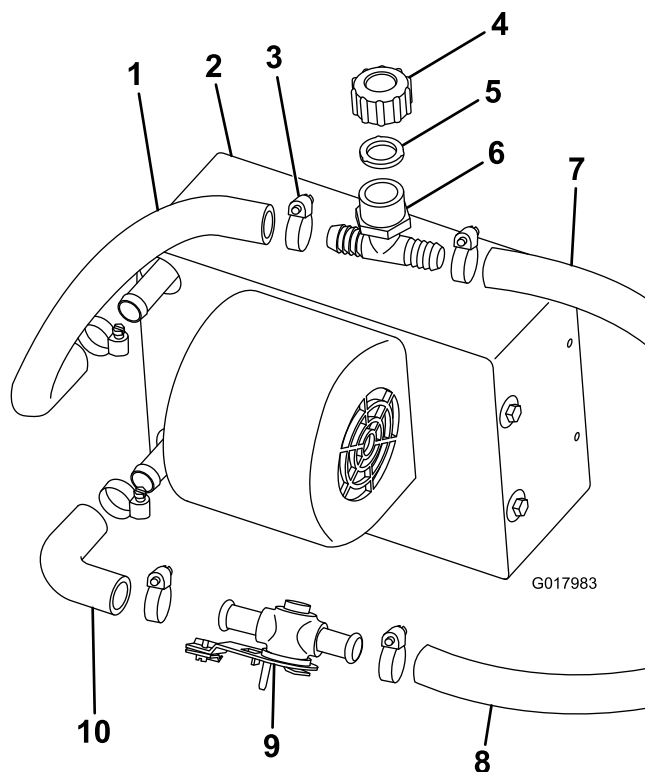

Figure 13
- Fixez le flexible coudé au raccord inférieur du chauffage avec un collier (Figure 13).
- Raccordez la vanne de chauffage au flexible coudé avec un collier (Figure 13).
- Coupez un morceau de 36 cm du flexible de 5/8 pouce et fixez-le au raccord supérieur du chauffage avec un collier (Figure 13).
- Fixez le raccord en T blanc, un joint et le bouchon au flexible supérieur du chauffage avec un collier (Figure 13).